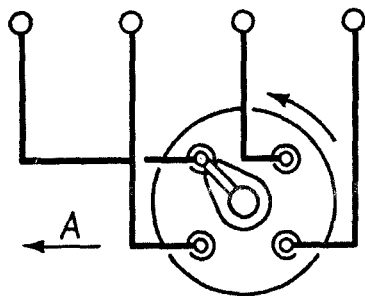

Рис. 88. Порядок присоединения проводов к свечам зажигания от датчика-распределителя зажигания: А - Перед автомобиля
- проверить правильность присоединения проводов от свечей, начиная с первого цилиндра. Провода должны быть присоединены в порядке 1, 2, 4, 3 считая против часовой стрелки (см. рис. 88).